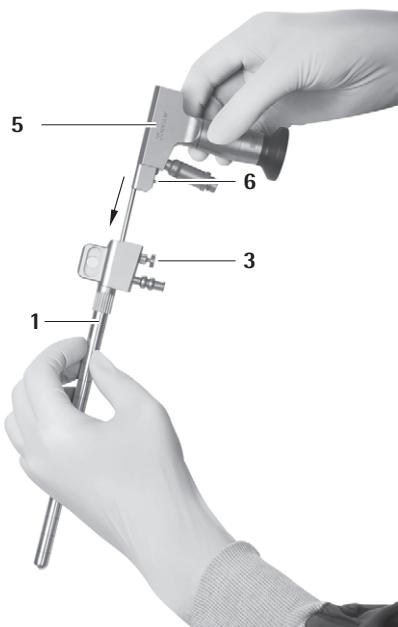
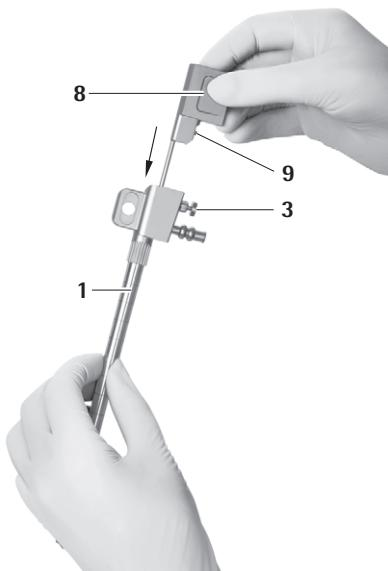

Fig. 14
Fig. 15
- Sørg for, at låsebolten 6 til endoskopet 5 hhv. låsebolten 9 til obturatoren til optikkanaLEN 8 er på samme side som udløserknappen 3 til MINOP InVent-trokaren 1, se Fig. 14 og se Fig. 15.